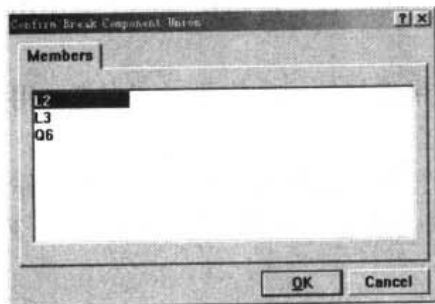

图 13-7 Confirm Break Component Union (确认剔除元件) 对话框
- Break components from union 按钮 : 将组内元件剔除出组。单击此按钮后, 光标变成十字, 在想要剔除的元件上单击鼠标左键, 系统即可弹出如图 13-7 所示的 Confirm Break Component Union (确认剔除元件) 对话框。选中想要剔除的元件编号, 然后单击 OK 按钮, 剔除后的元件将不会随着组被移动。